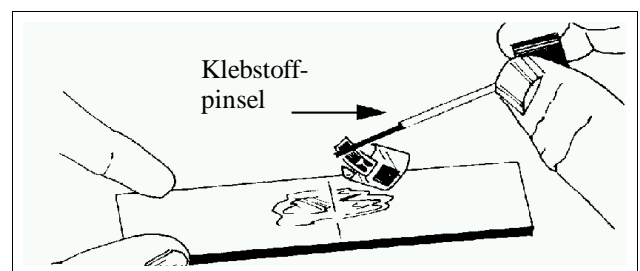

Abbildung 2
4. Überziehen Sie das DMS-Trägermaterial, die Folie und die Ecken mit einer dünnen Klebstoffschicht. Bestreichen Sie auch das Bauteil im Bereich der DMS-Befestigung (Abb. 2).
4. Überziehen Sie das DMS-Trägermaterial, die offenliegenden Ecken und die gesamte Fläche des DMS, einschließlich der Kupferpads, mit einer Klebstoffschicht. Bestreichen Sie auch die Bauteiloberfläche im Bereich der DMS-Befestigung (Abb. 2).